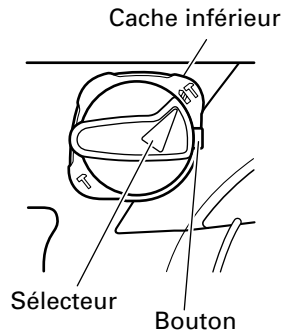

Fig. 7
- (b) Aligner ▲ du levier de sélection sur  du support de levier comme indiqué sur la Fig 7.